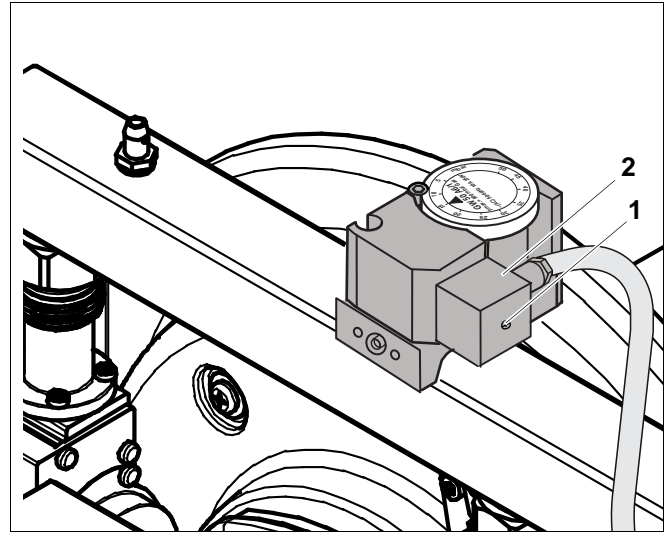

Рис. 37 Демонтаж реле контроля давления газа
- Отверните винт (рис. 37, **поз. 1**) на крышке.
- Выньте штекер (рис. 37, **поз. 2**).
- Вставьте штекер (рис. 37, **поз. 2**).
- Заверните винт (рис. 37, **поз. 1**).